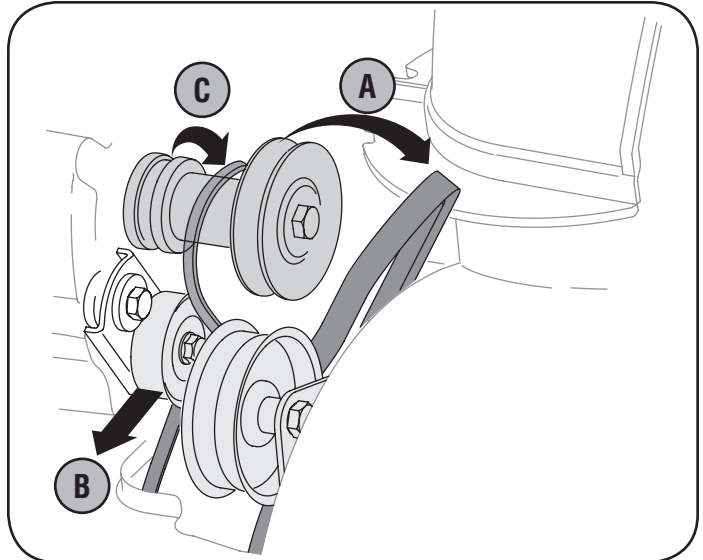

Figura 34
- Tome la polea loca y gírela hacia la derecha. Vea la figura 34.